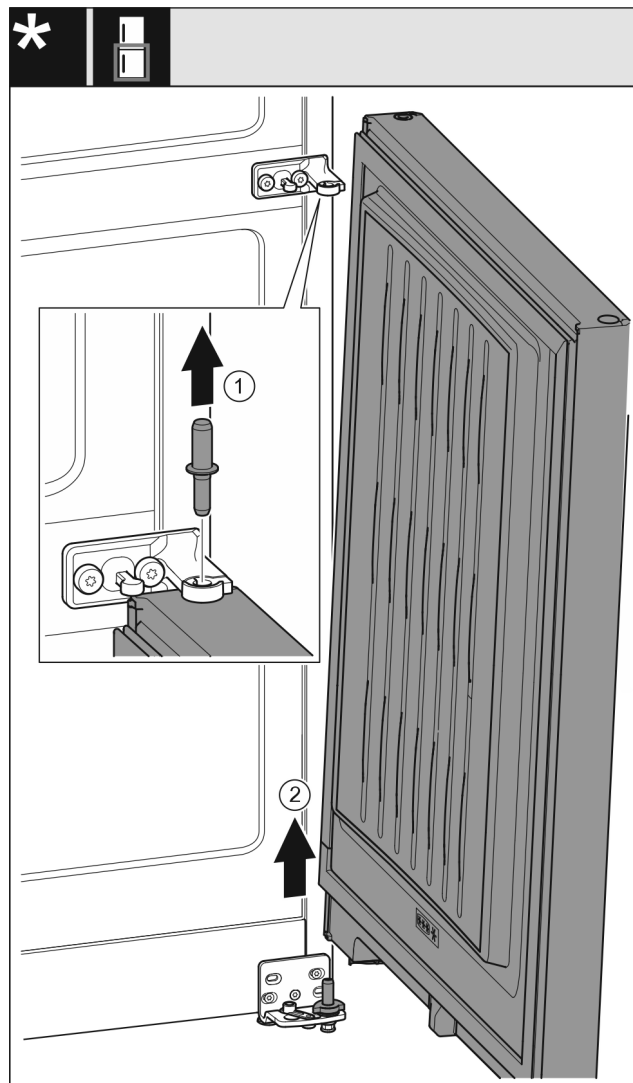

Fig. 9
- ▶ Izvlecite sornike Fig. 9 (1) v smeri navzgor.
- ▶ Vrata Fig. 9 (2) obrnite navzven, jih povlecite navzgor in postavite na stran.